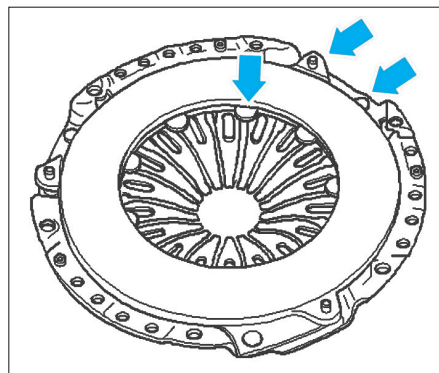

FIG. 6
- Contrôler si les assemblages à ressort entre le plateau de pression et le couvercle présentent des fissures et vérifier la bonne fixation des assemblages rivetés (Fig.6).